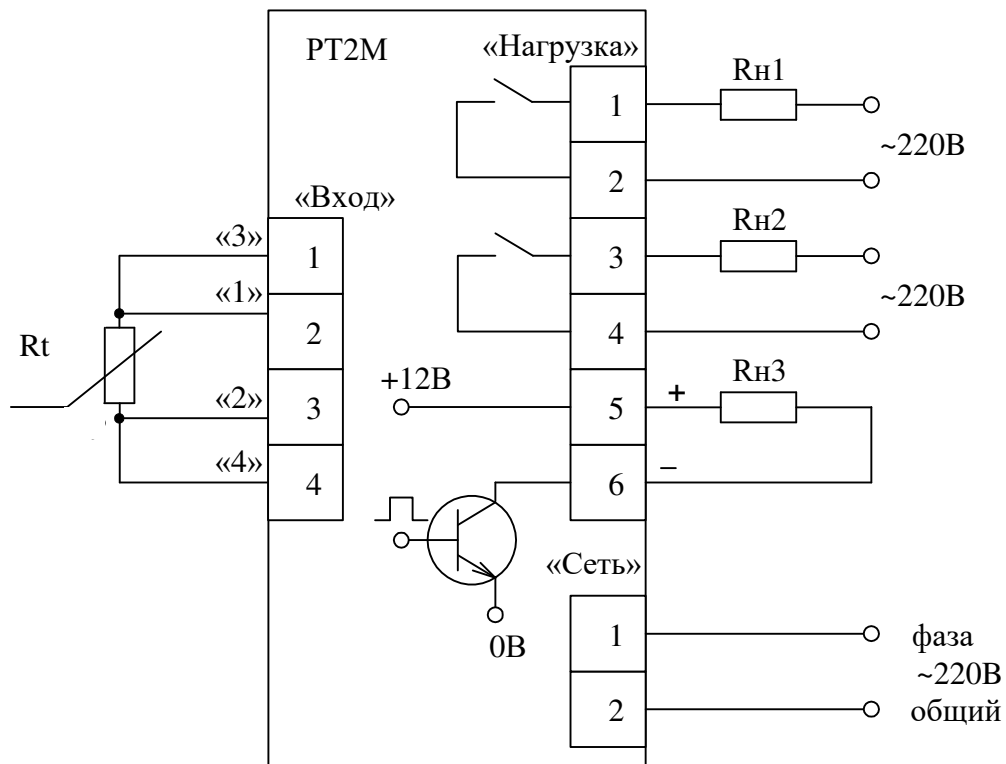

Рисунок 5 - Схема соединений при использовании ТС
2.1.1.2 Провода, подключаемые к регулятору, крепятся в блоках зажимов, расположенных на задней панели. Схемы подключения к регулятору электрических цепей приведены на рисунках 5, 6, 7, 8, 9. ТС подключаются к регулятору по четырехпроводной схеме (рисунок 5).